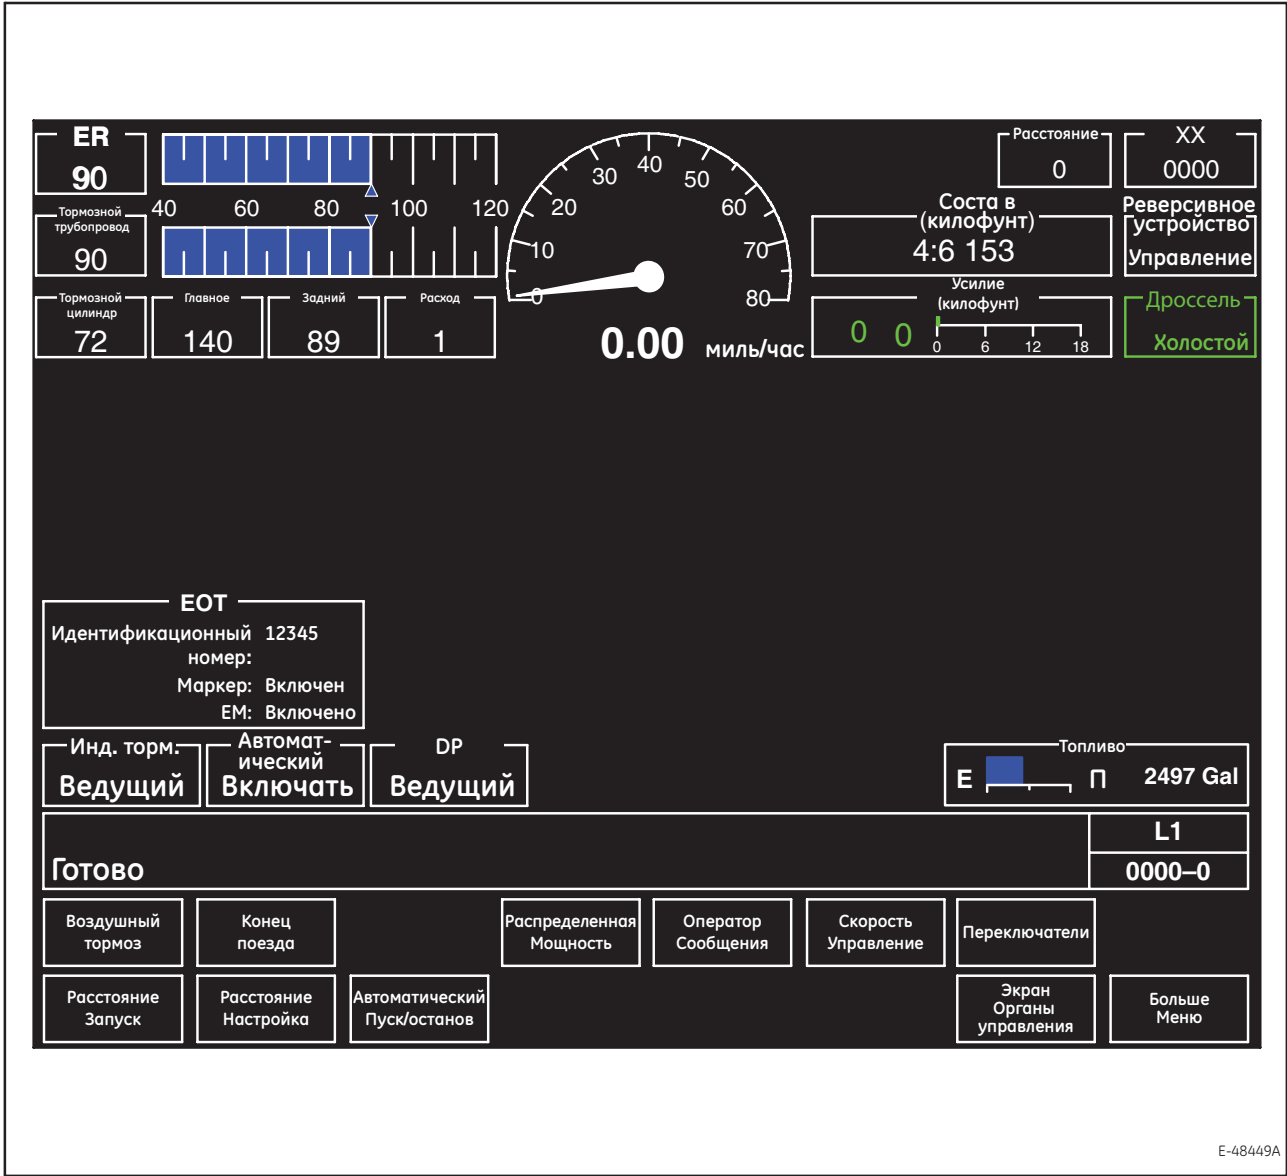

Рисунок 2. Главный рабочий экран (0000-0) типового рабочего дисплея локомотива (LOD)
1. На главном рабочем экране (0000-0, Рисунок 2), нажмите сенсорную клавишу 7 (**Screen Controls**) (Управление экранами) для отображения экрана управления экранами (3000-0, Рисунок 3). Активные сенсорные клавиши и краткое описание их работы:
- iii. Сенсорная клавиша F8 (**Cancel**) (Отмена) — возврат на экран управления экранами (3000-0, Рисунок 2) без проверки пароля машиниста и обновления уровня.